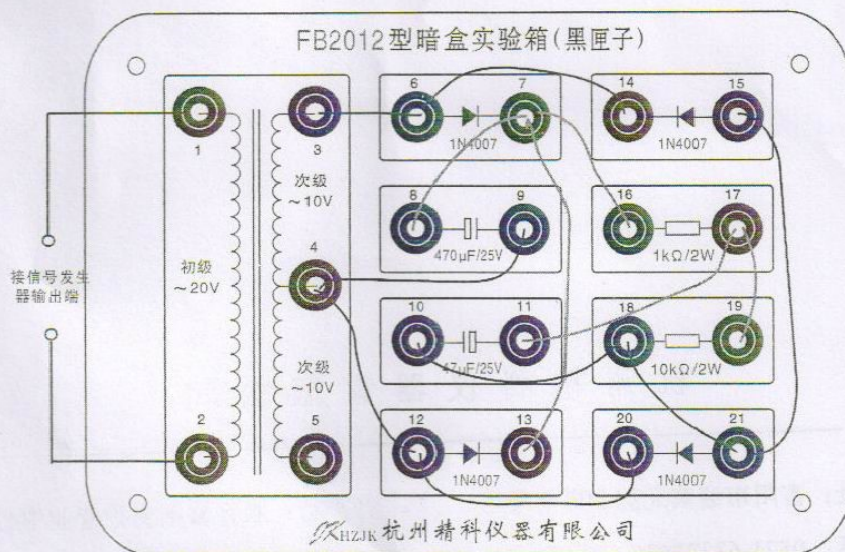

图 7
4. 按图 7 接线, 其接线后组成桥式整流及  $\pi$  形滤波电路, 然后分别用示波器与数字万用表观察及测量“6”和“7”点、“17”点的波形和电压。